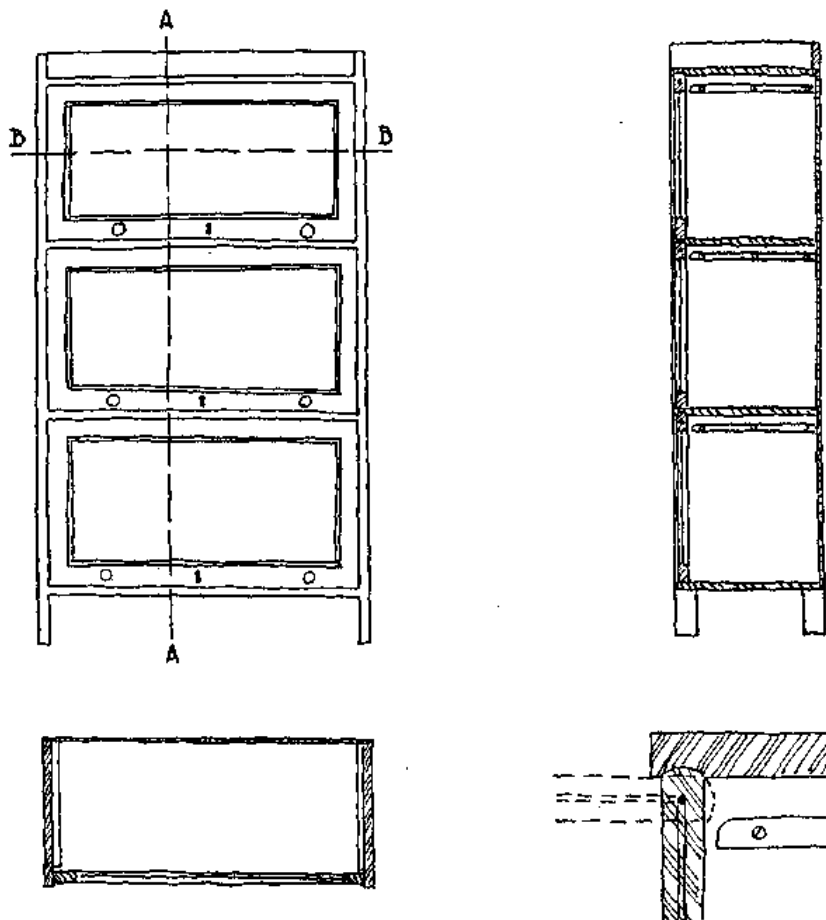

Fig. 197
b) *Cortes*. — Os cortes servem para mostrar a construção interna do móvel. O corte pode ser transversal, perpendicular da frente, e longitudinal ou perpendicular do lado (Fig. 197).
c) *Detalhes*. — Quando certas particularidades de construção não aparecem nos cortes, fazemos detalhes (Fig. 197).
Projeção ortogonal (Fig. 197). — Para se representar um objeto pelo método desta projeção, temos de desenhá-lo numa série de vistas ou imagens, de modo que, lendo-se os desenhos feitos, fiquemos com a noção exata da forma, do volume e da situação do mesmo objeto, podendo até, reunindo vista por vista desenhada, reconstituir, na nossa imaginação, o objeto tal como é na realidade.